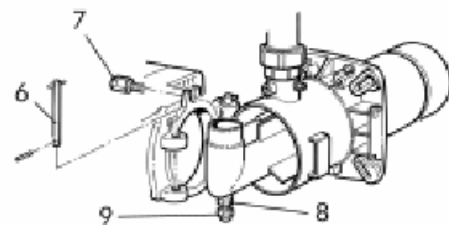

fig.6A
- Чтобы обеспечить доступ к соплу и к электродам, снимите штифт **6** и винт **7**, ослабьте стопорную гайку **8** и выверните винт **9** (рис. 6A – EM 40/2-E).